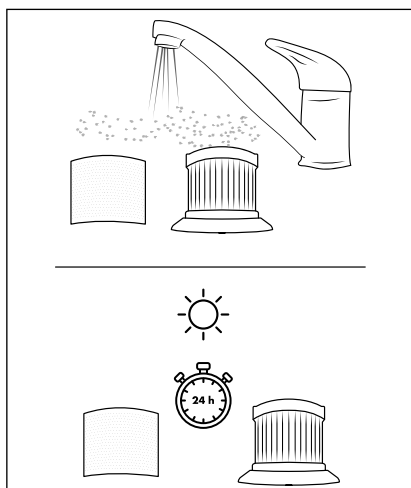

Fig. 13
- 4) Skyl EPA-filteret **5** og filteret af rustfrit stål **6** under koldt eller lunkent vand. Lad EPA-filteret **5** og filteret af rustfrit stål **6** lufttørre fuldstændig, før du sætter dem ind i støvbeholderen **2** igen (se fig. 13).